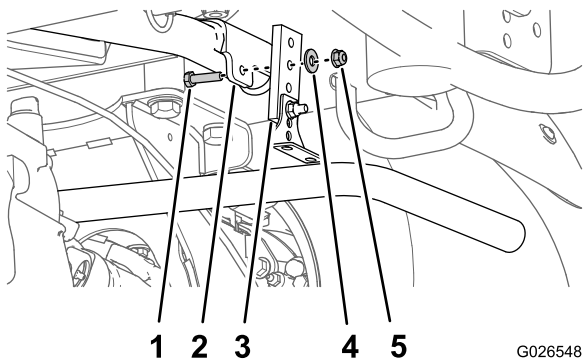

图3
2. 在安装板凸缘上，拆下将排气系统吊挂装置固定至凸缘的螺栓、螺母和垫圈，并卸下排气系统吊挂装置（图3）。